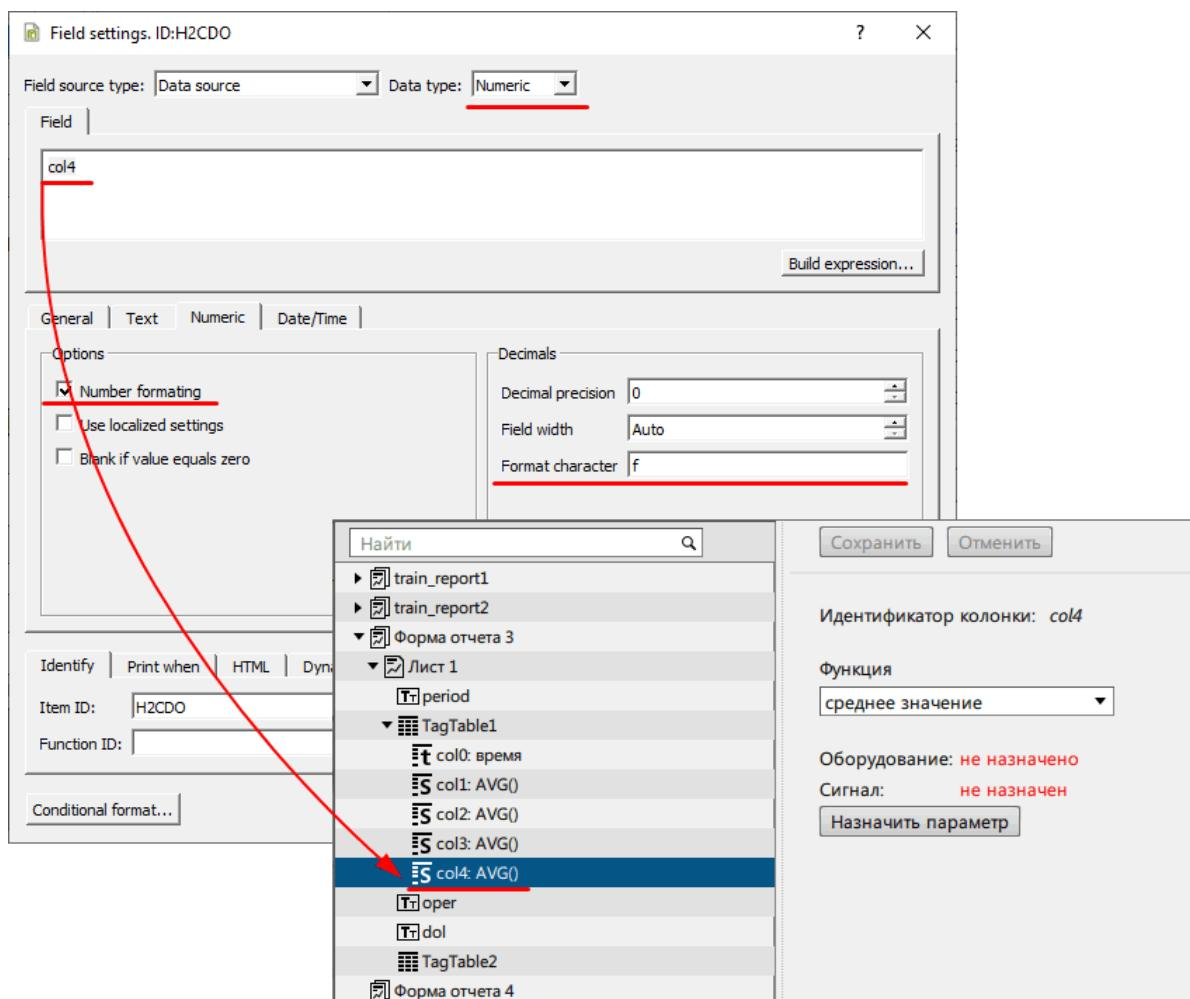

Рисунок 154 - Настройка табличных данных
- Впишите наименование колонки, как в настройках отчетов Redkit Configurator, если добавляете таблицу измерений (Рисунок 154). Если добавляете таблицу журналов, то номер колонки соответствует колонкам журнала (Таблица 66).